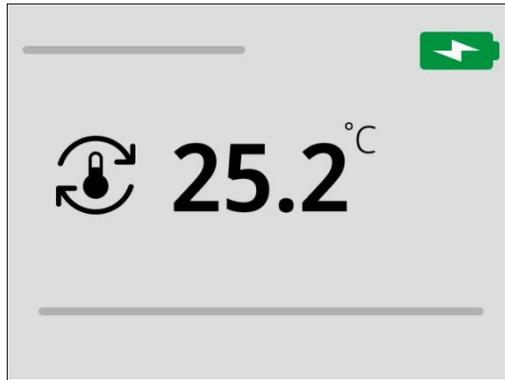

Abbildung 9.1 Kammerdisplay mit Darstellung des Aufwärmvorgangs
10. Lassen Sie die angeschlossenen Kammern 60 Minuten lang aufwärmen, um sie zu stabilisieren (siehe Abbildung 9.1 für die Darstellung des Aufwärmvorgangs auf dem Display).